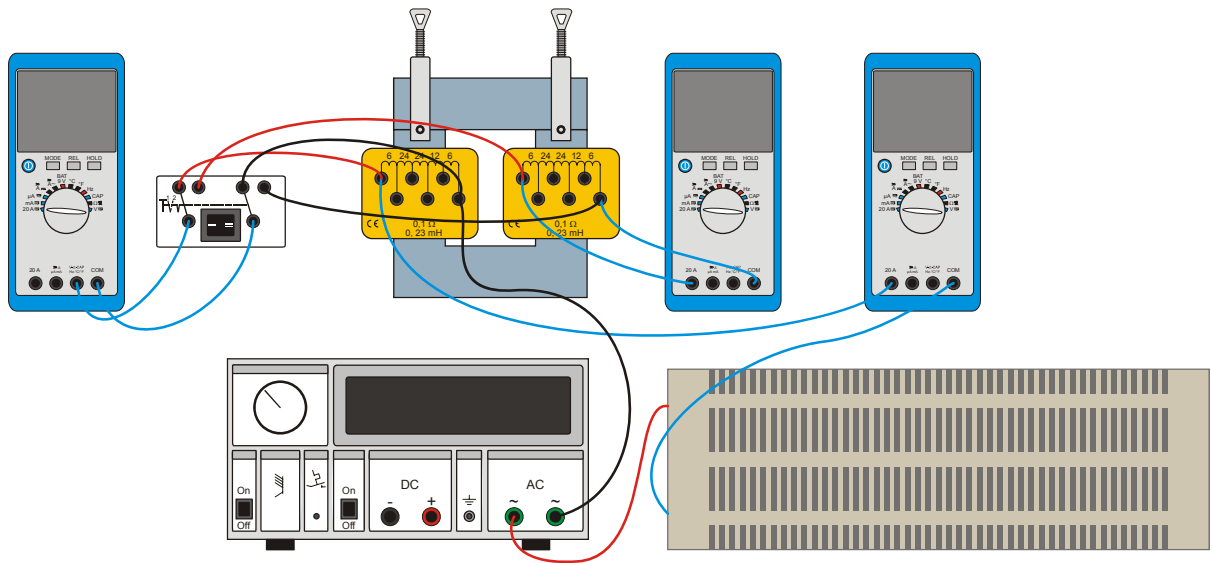

Fig. 1 : Montage expérimental
- Montez le transformateur constitué d'un noyau et de deux bobines à petite tension avec 72 enroulements (fig. 1).